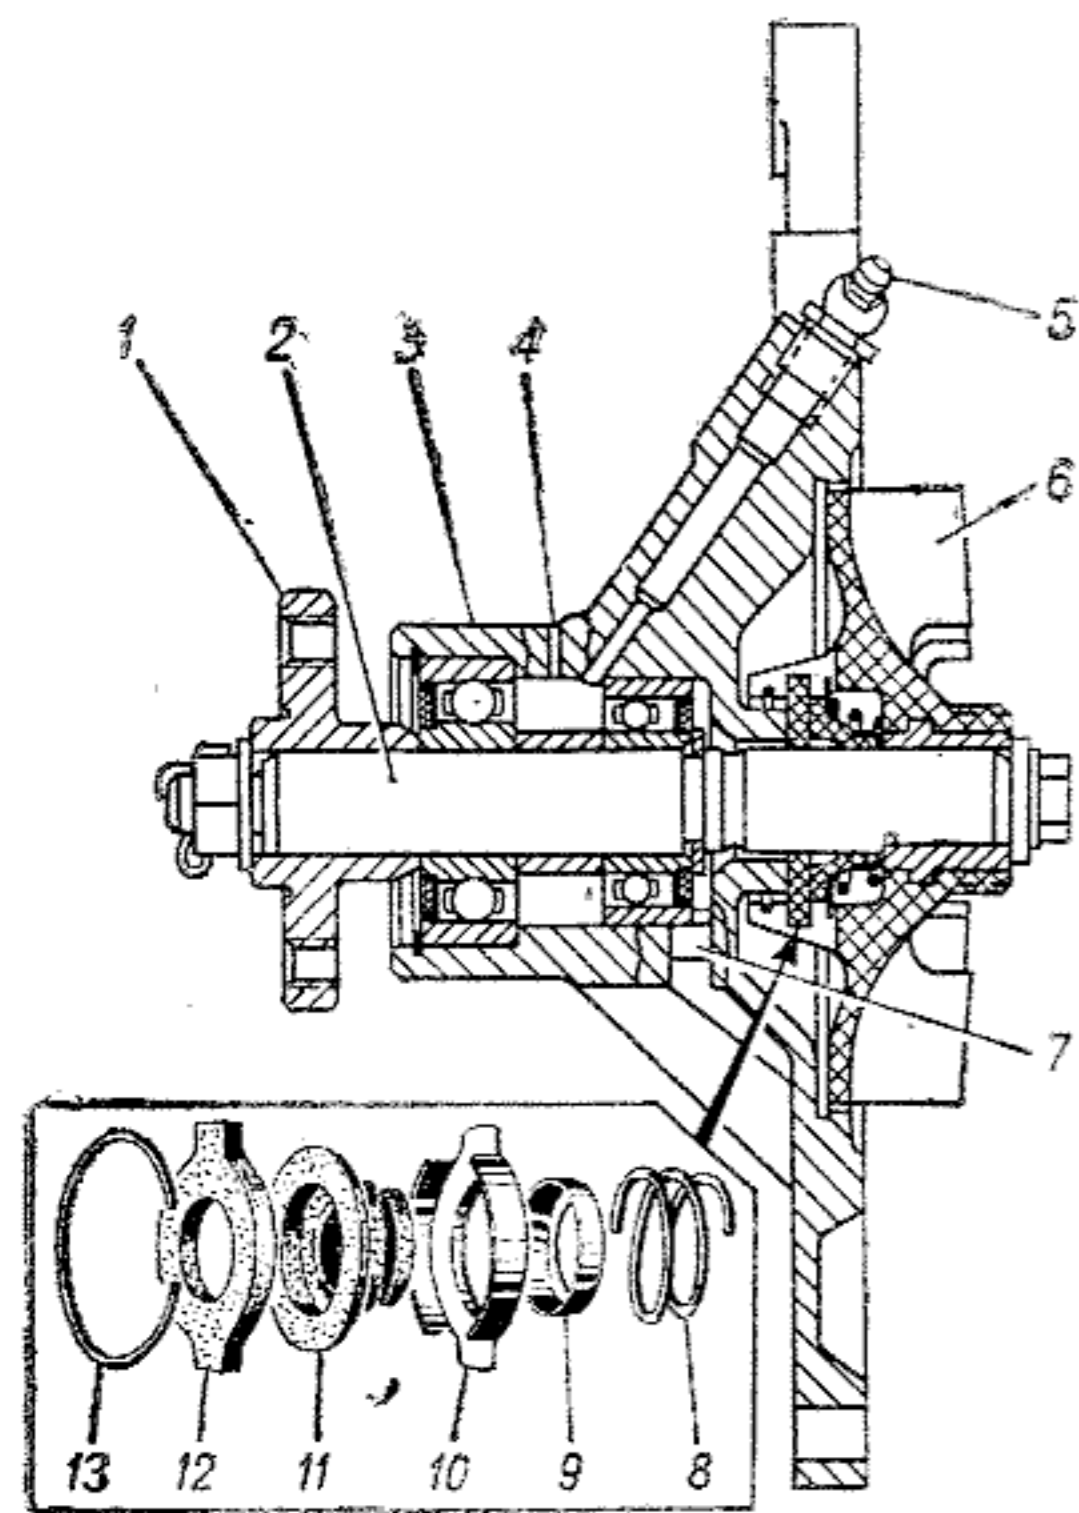

Рис. 15. Водяной насос:
**Водяной насос** центробежного типа (рис. 15). Для уплотнения насоса служит самоподтягивающийся сальник с пружиной. Резиновая манжета сальника и графитосвинцовая шайба вращаются вместе с валиком 2.